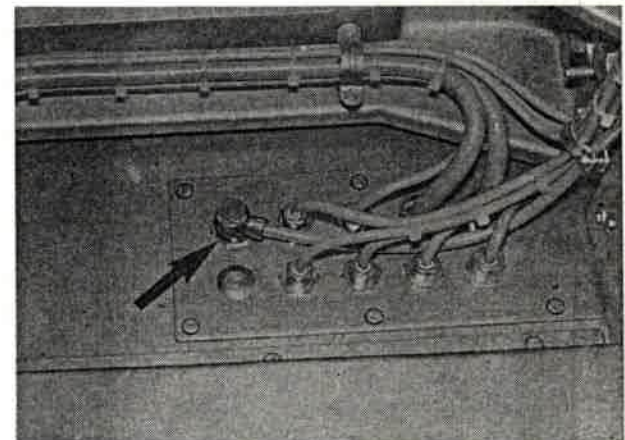

Bild 19
2. Druckluftleitung von der Unterseite der Anschlußplatte an den Anschluß (Bild 19/Pfeil) anschließen.